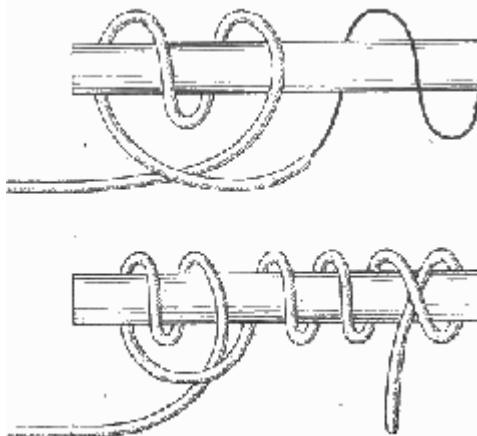

Рис. 60. Стопорный узел.
**Стопорный узел** (рис. 60). При выполнении различных судовых работ на палубе иногда возникает необходимость задержать находящийся под натяжением трос. Это выполняется с помощью другого троса, прикрепляемого стопорным узлом к тросу, который нужно задержать. Если тяга троса, который нужно остановить, будет вправо, то ходовой конец стопорного троса кладут сверху троса шлагом влево, ютом делают еще шлаг и ходовой конец стопорного троса ведут навстречу первому и второму шлагам, в зажим их, а далее вправо вокруг троса в обвивку, делая еще один-два шлага, и в двух-трех местах кладут прочные схватки или закрепляют “под себя”.